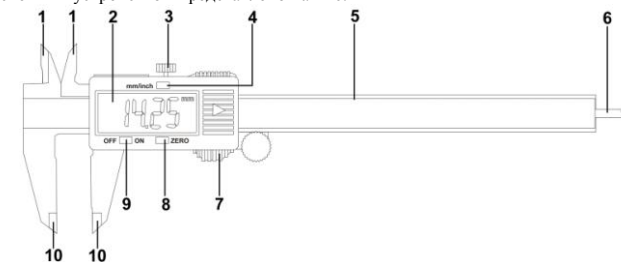

Рис. 1
3. Устройство штангенциркуля с цифровым отсчетным устройством представлено на Рис. 1